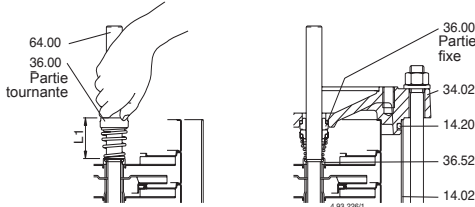

Fig. 5 Montage de l'étanchéité mécanique
Pour le démontage et le remontage observer la construction sur le dessin en coupe (chap. 14.) et les figures 5, 6.
5. Enlever les vis (61.07) et **extraire la lanterne** (32.00) avec le roulement à billes (66.00) et l'accouplement (64.22) du couvercle supérieur (34.02) et de l'arbre (64.00) (fig. 5 b).
7. **Extraire le couvercle supérieur** (34.02) de l'arbre (64.00) et de la chemise externe (14.02) - ou avec la chemise externe du corps de pompe (14.00) - utiliser une cale de bois en faisant levier sur tout le pourtour (**fig. 5 c**).
Extraire la garniture mécanique (36.00), la partie tournante sur l'arbre (64.00) en faisant attention à ne pas rayer l'arbre et la partie fixe du couvercle supérieur (32.02). Pousser la partie tournante sur l'arbre (64.00) jusqu'à la bague d'appui (36.52) sans comprimer le ressort. Contrôler la longueur avant et après le glissement et soulever la bague tournante jusqu'à la longueur initiale (L1 dans la **fig. 5**).